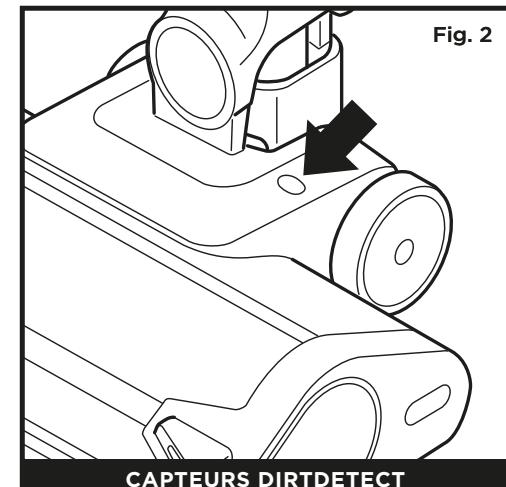

Fig. 2
2. Localiser le capteur Dirt Detect (Fig. 1) ; le capteur Light Detect (Fig. 2), le capteur Edge Detect (Fig. 3), et le capteur Floor Detect (Fig. 4).